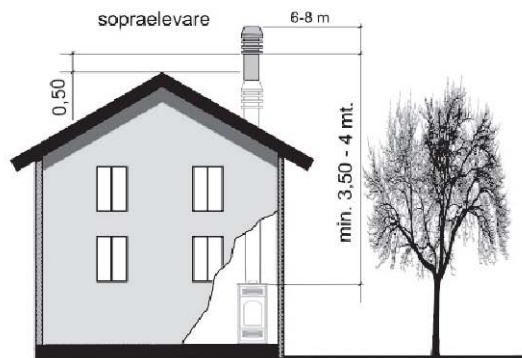

Fig.4
- Il comignolo deve essere posizionato in modo da garantire un'adeguata dispersione ed iluizione dei prodotti della combustione e comunque al di fuori della zona di reflusso. Tale zona ha dimensioni e forme diverse in funzione dell'angolo di inclinazione della copertura, per cui risulta necessario adottare le altezze minime riportate in fig.4 e in fig.5.
- Il comignolo dovrà essere del tipo antivento e superare l'altezza del colmo fig.4 e fig.5.
- Eventuali fabbricati od altri ostacoli che superano l'altezza del comignolo non dovranno essere a ridosso del comignolo stesso (fig.4).